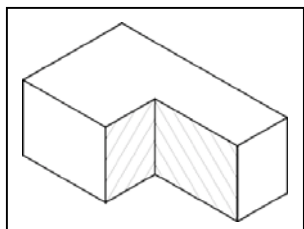

Рис. 3.3. Пример твердотельной модели
3. В основу создания твердотельной модели положен принцип выделения части пространства. Это достигается формированием модели из элементарных геометрических объектов с применением операций объединения, вычитания и пересечения этих объектов, вращением контура или его «выдавливанием», а также другими методами (рис. 3.3).